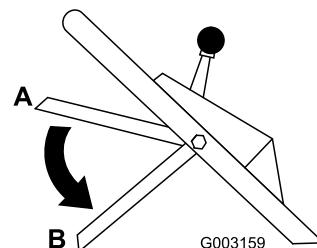

Figura 23
11. Suelte la barra de control; consulte la posición B en Figura 23. Debe oír un ruido fuerte. La cuchilla debe detenerse en tres segundos.
2. Mueva la barra de control a su posición más baja (Posición B en Figura 23).